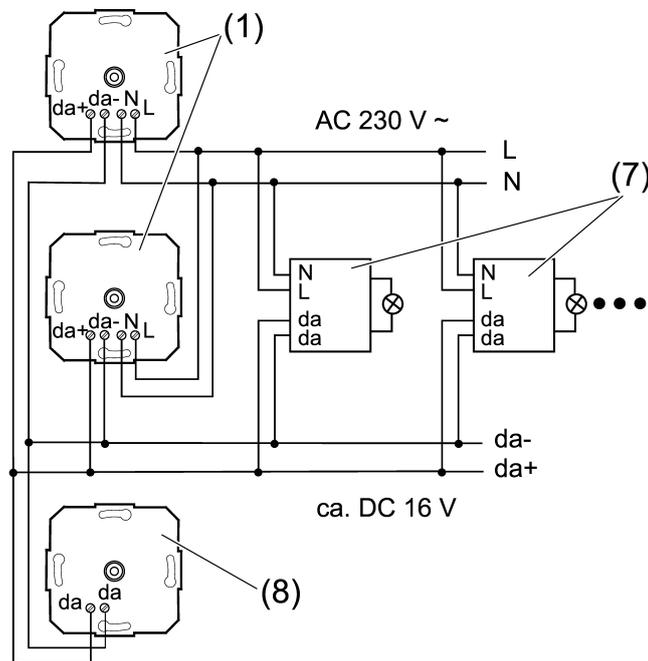
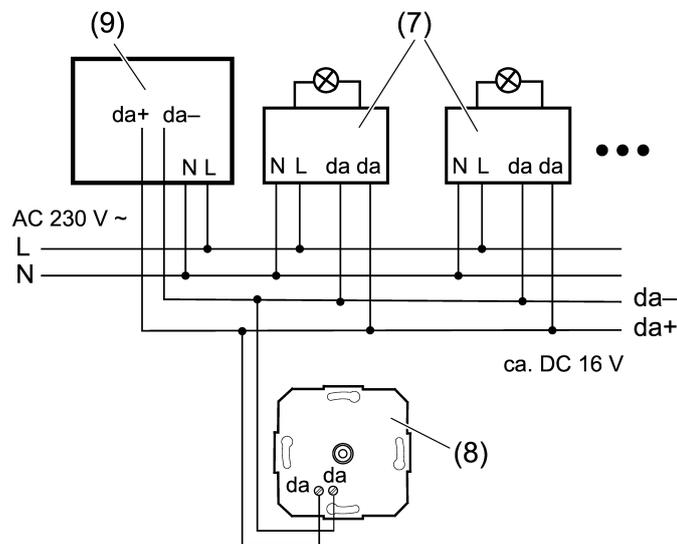

рисунок 3: Пример подключения для широковещательного режима работы
рисунок 4: Схема подключения для режима работы в качестве устройства ввода
- Подключите Роторный контроллер DALI-2 TW с источником питания, Роторный контроллер DALI-2 TW и DALI-EVG согласно примерам подключения (см. рисунок 3) и (см. рисунок 4). При этом необходимо соблюдать данные изготовителя EVG.
- i** Сочетание Роторный контроллер DALI-2 TW с источником питания и внешнего источника электропитания не допускается. Если используется внешний источник электропитания, например через центральную систему управления, его нельзя подключать к поворотному управляющему устройству (см. рисунок 4).